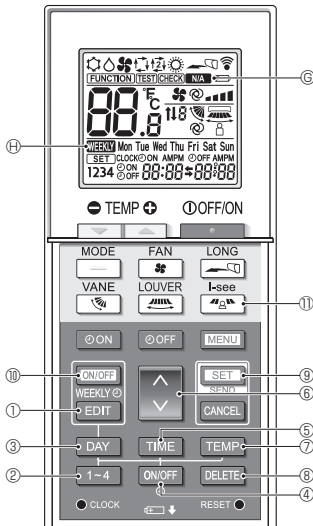

Fig. 4-3
<Passage en mode d'édition> (Fig. 4-3, Fig. 4-4)
Appuyez sur la touche **1~4** ②. (Fig. 4-3, Fig. 4-4)
- À chaque fois que vous appuyez sur la touche **1~4** ②, le numéro de modèle ④ change dans l'ordre suivant : 1 → 2 → 3 → 4.
Appuyez sur la touche **DAY** ③. (Fig. 4-3, Fig. 4-4)
- À chaque fois que vous appuyez sur la touche **DAY** ③, le jour de la semaine ⑤ change dans l'ordre suivant : Mon (lundi) → Tue (mardi) → Wed (mercredi) → Thu (jeudi) → Fri (vendredi) → Sat (samedi) → Sun (dimanche) → All days (Tous les jours).
1. Appuyez sur la touche **ON/OFF** ④. (Fig. 4-3, Fig. 4-5 ④)
- À chaque pression sur la touche **ON/OFF** ④, le réglage change entre **ON** et **OFF**.
2. Appuyez sur la touche **TIME** ⑤. (Fig. 4-3, Fig. 4-6)
- Appuyez sur la touche **↓** ⑥ pour régler l'heure de fonctionnement.
3. Appuyez sur la touche **TEMP** ⑦. (Fig. 4-3, Fig. 4-7, Fig. 4-8)
- Appuyez sur la touche **↓** ⑥ pour régler la température.
- Lorsque le mode AUTO (point de réglage double) est activé, appuyez sur la touche **TEMP** ⑦ pour basculer entre la limite supérieure ⑨ et la limite inférieure ⑩.
<Suppression des réglages> (Fig. 4-3)
<Transmission des réglages> (Fig. 4-3)
<Activation de la minuterie hebdomadaire> (Fig. 4-3)
4.7. Capteur i-See (Fig. 4-3)